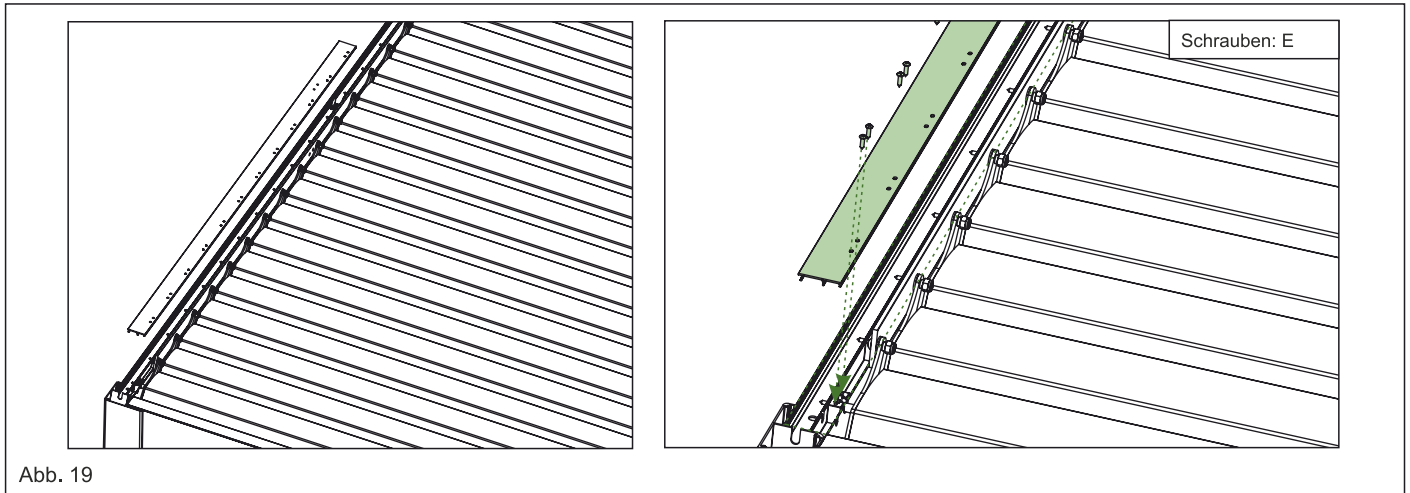

Abb. 19
10.1. Befestigen Sie die Fassungsabdeckung auf der Seite des Pfostens D (Träger A) verwenden Sie (E) ST 4,2x16 Kreuzschlitzschrauben mit selbstschneidendem Kopf. Siehe Abb. 19.